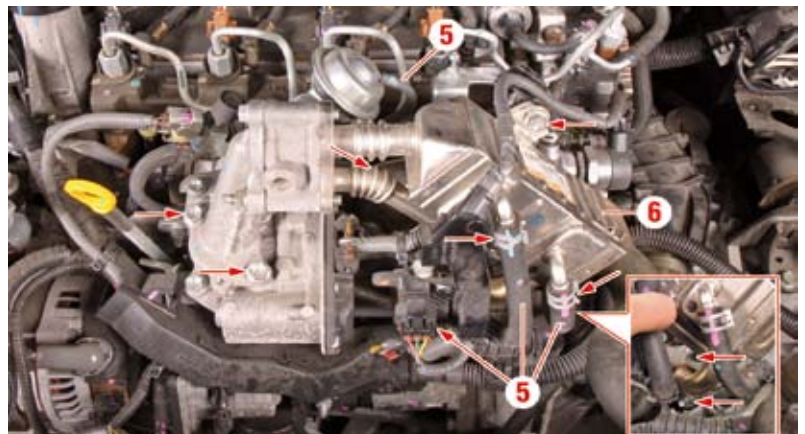

Fig. 31
- Scollegare i manicotti (5) (Fig. 31).
- Staccare lo scambiatore acqua/EGR (6).